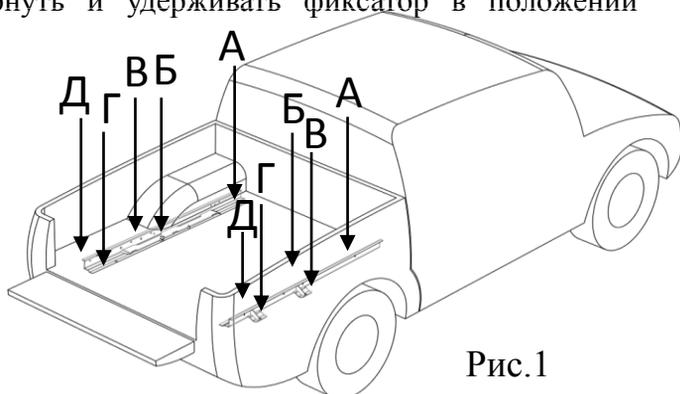

Рис.1
- Зафиксировав положение роликовых направляющих, выдвинуть платформу и разметить положение центров монтажных отверстий А, Б, В, Г и Д (рис. 1). **Внимание!** Для выдвигания платформы необходимо повернуть и удерживать фиксатор в положении «открыто», как показано на рисунке 3.
- Задвинуть платформу по направляющим, как показано на рисунке 2. При необходимости выровнять положение платформы относительно бортов и затянуть поочередно болты А, Б, В, Г и Д (рис.1), постепенно выдвигая платформу.